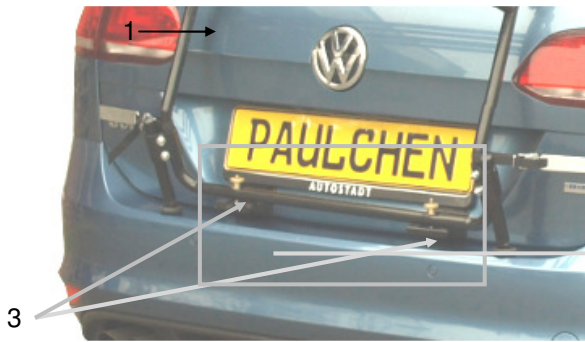

Abb. 4.1.
4. Befestigen Sie die Gummiformteile (24) an den unteren Montageelementen. Bei einigen Montageelementen wurden bereits werkseitig Lackschutzfolien eingeklebt, die keinesfalls entfernt werden dürfen (die Form kann von den abgebildeten Winkeln abweichen). Hängen Sie die Elemente in die leicht geöffnete Heckklappe ein siehe Abb. 4.1, bzw. schieben Sie die obere Platte hinter das Kennzeichen siehe Abb. 4.2. Richten Sie die unteren Montageelemente (3) so aus, daß die Vierkantstanzungen der unteren Montageelemente (3) genau unter den Bohrungen des Trägerrohres liegen.
5. Verbinden Sie die unteren Montageelemente (3) mit dem Trägergestell (1). Hierzu ziehen Sie das Trägergestell herunter und zu sich heran, bis sich die Bohrung im Trägerrohr genau in der Flucht der Vierkantstanzung der unteren Montageelemente befindet. Führen Sie nun die Spanschrauben (14) durch die Öffnungen von Montageelementen und Trägerrohr (Achten Sie darauf, daß der Vierkant der Schraube richtig in der Stanzung des Montageelements sitzt). Drehen Sie nun die Rändelmutter (13) so weit an, bis das Trägerrohr auf den unteren Montageelementen (3) aufliegt. Hierdurch wird der Träger verspannt und erhält seine Stabilität. Jetzt werden die Muttern (11) an den Klemmböcken (8) fest angezogen. Die Muttern dürfen bis max. 11 Nm angezogen werden.